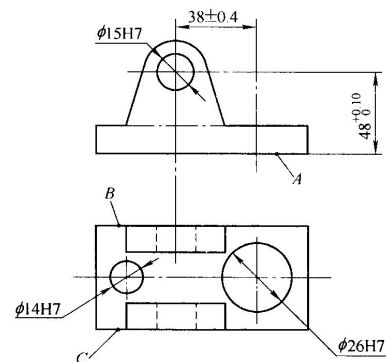

图 1
1. 图 1 所示零件，A、B、C 各平面及  $\Phi 14H7$  和  $\Phi 26H7$  两孔均已加工。试分析加工  $\Phi 15H7$  孔时，需要限制哪几个自由度，应如何选择定位基准？（8 分）